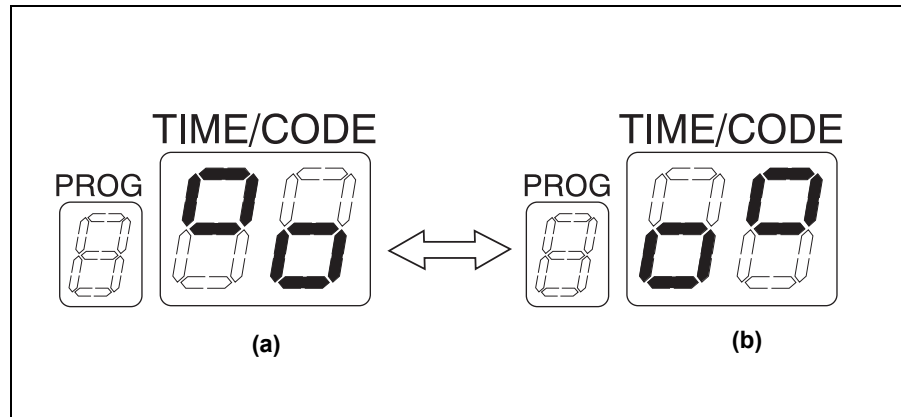

Рис. 7.80
5. При появлении нескольких звуковых сигналов и отображении времени, переключающемся между Рис. 7.80 (a) и (b), устройство готово к добавлению раствора дезинфицирующего средства.